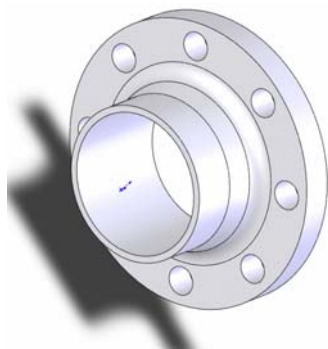

图 4-58 法兰的最终效果
⑨ 保存。点击确认按钮，创建螺栓孔的圆周阵列。完成模型的构建后，点击“保存”按钮，将零件保存为“法兰.sldprt”。使用旋转观察功能，最后结果如图 4-58 所示。